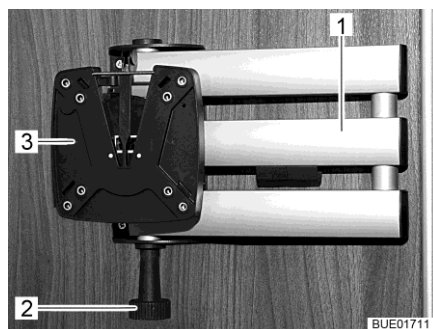

Fig. 90 Supporto (braccio snodato a due pezzi)
- Tirare il bottone di sbloccaggio (Fig. 90,2). Il braccio snodato (Fig. 90,1) è sbloccato.
- Ruotare lo schermo piatto all'indietro nella sua posizione iniziale, finché il supporto (Fig. 90,3) si innesta nel bloccaggio producendo un suono.